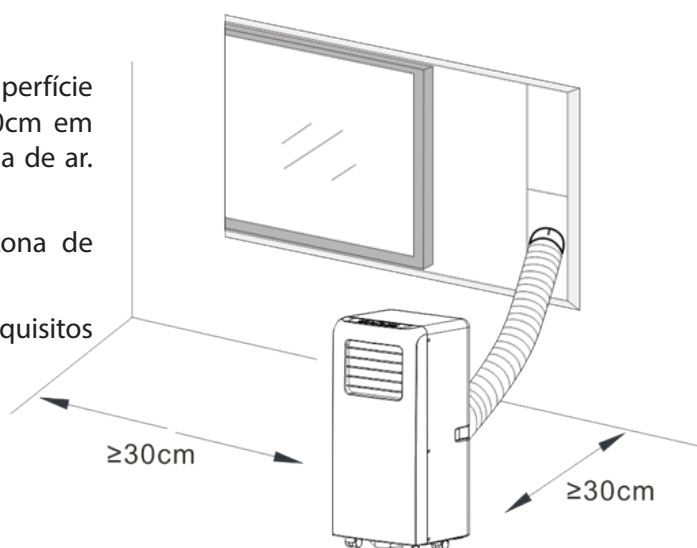

Fig.3
- O ar condicionado deve ser instalado numa superfície plana e resistente que esteja vazia ao menos 30cm em redor da unidade, para que nada bloqueie a saída de ar. (Ver Fig.3)